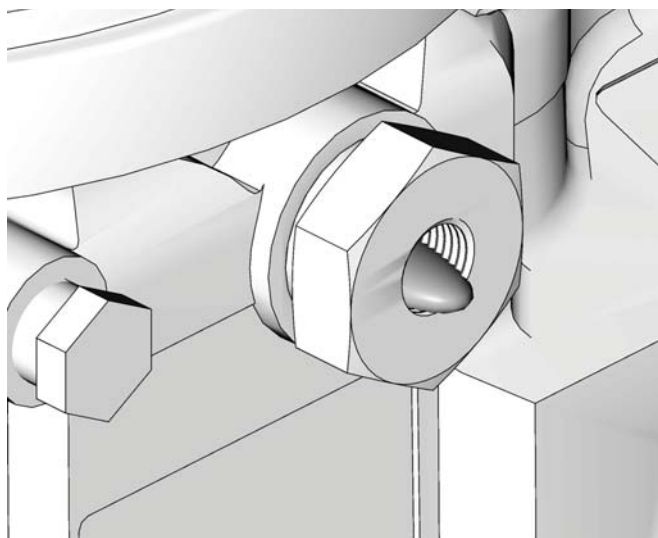

FIG. 16
2. Far funzionare la pompa solamente finché il lubrificante non risulti fuoriuscire dal raccordo dell'elemento privo di aria (FIG. 16).